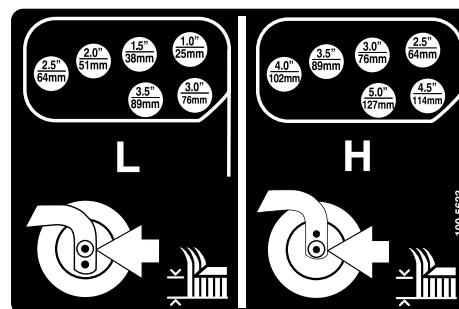

Figura 25
- Rode a barra tensora para levantar ou descer o braço articulado, até os orifícios se encontrarem alinhados com a altura desejada dos orifícios da altura de corte na estrutura da unidade corte (Figura 24 e Figura 25).